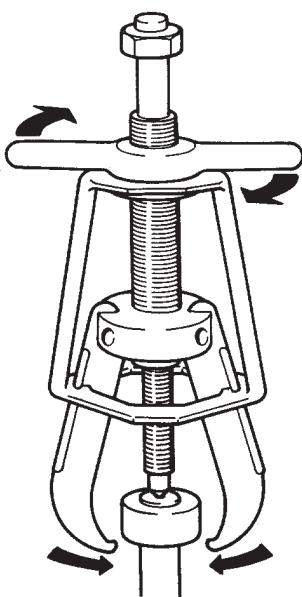

Abbildung 3
5. Den Knebelgriff nach rechts drehen, um die Klemmbacken fest auf der Komponente anzuspannen. (Siehe Abbildung 3.)
- Die Abziehvorrichtung über der abzuziehenden Komponente platzieren. (Siehe Abbildung 3.) Wenn nur der Innenlagerlauftring auf der Welle verbleibt, die Welle zunächst mit einem Schmiergelleinen reinigen und dann die Klemmbacken in der Kugelrille anbringen.